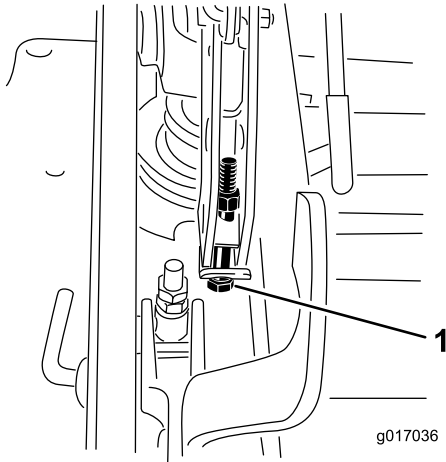

Figura 120
12. Si la carcasa está demasiado baja, apriete el perno del ajuste de un solo punto girándolo en el sentido de las agujas del reloj. Si la carcasa está demasiado alta, afloje el perno del ajuste de un solo punto girándolo en el sentido contrario a las agujas del reloj (Figura 120).